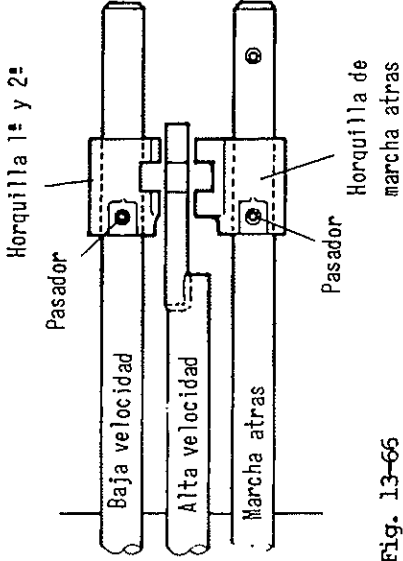

Fig. 13-66
- 1) Montar los cuerpos de las cajas del eje selector de 1°-2° y del eje selector de marcha atrás, según Fig. 13-66, observando la posición de montaje.